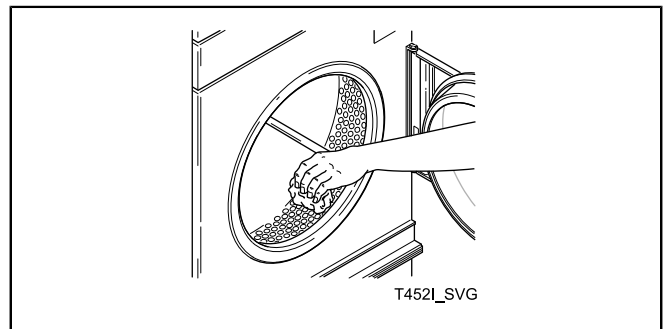

Figura 6
10. Limpie el cilindro con un limpiador o detergente general y una solución de agua. Consulte la *Figura 6* .